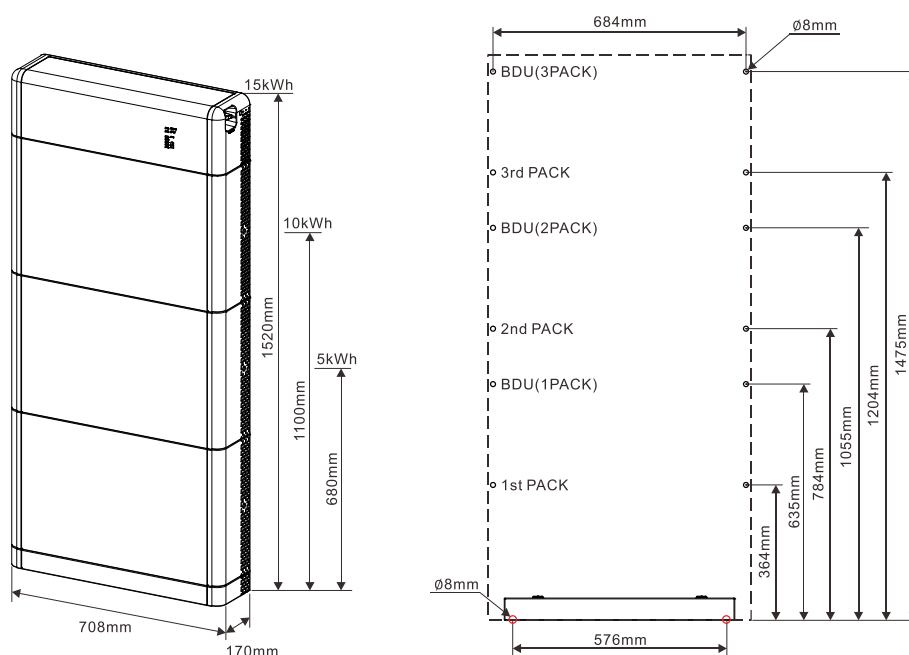

Abbildung 10 - Abmessungen für die Installation des Systems
- 3) Einen Markierstift benutzen, um die Befestigungslöcher für das Batteriemodul und die BDU auf Basis der in Abbildung 10 gezeigten Abmessungen zu markieren.